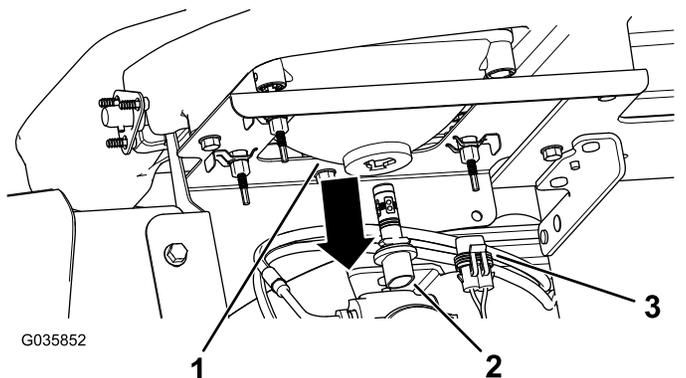

図 49
3. ヘッドライトハウジングの裏側からきているランプアセンブリ用ハーネスコネクタを外す 図 49。
4. ランプアセンブリを左に1/4回転させて後ろに引き抜いてヘッドライトハウジングから取り出す 図 49。
5. 新しいランプアセンブリとヘッドライトハウジングを入れ、ランプアセンブリについているタブをヘッドライトハウジングのスロットに合わせる 図 49。
6. ランプアセンブリを右方向に1/4回転させて取り付ける 図 49。
7. ハーネス用のコネクタを、新しいランプアセンブリのコネクタに接続する 図 49。